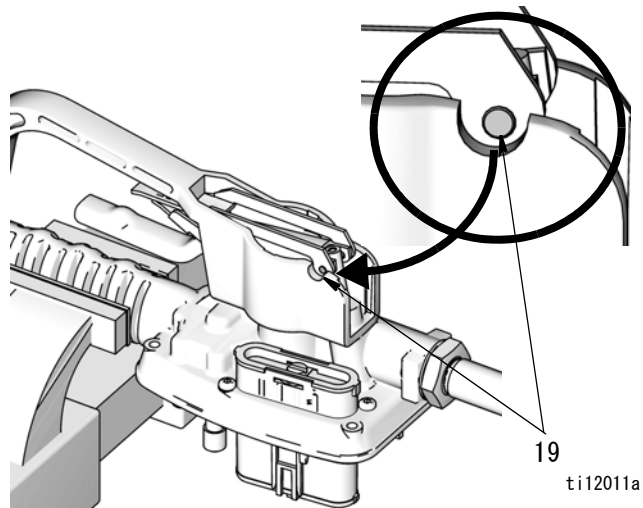
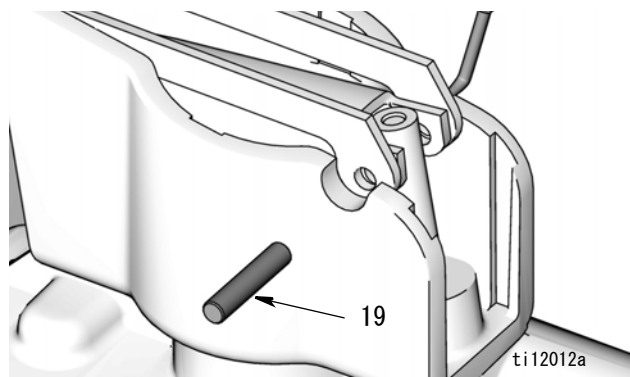

図 38
図 39
10. メーターを 図 38の図示通りに万力に設置します。キット (2) からの新しいトリップ棒、あるいは非金属棒またはダボを使用して、トリップ棒と引き金を結びつけるピン (19) に到達するために十分な程度に、トリップ棒をメーターハウジング (図 38 と 図 39) 内に通して押します。
11. ピックを使用してピン (19) を取り出します (図 39)。